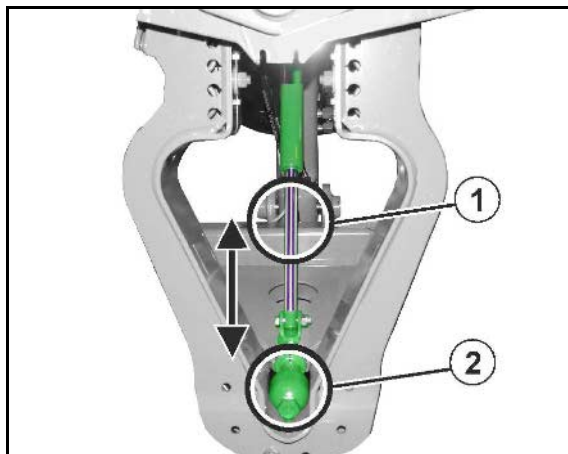

Fig. 95
Oplåsning af svingningsudligning (Fig. 95/1):
- Svingningsudligningen (Fig. 95/1) låser op og de udklappede sprøjtebomme kan nu svinge frit i forhold til bomholderen. Her er svingningsudligningens beskyttelsesanordning fjernet for at give bedre overblik.
Låsning af svingningsudligning (Fig. 95/2):
- Svingningsudligningen er låst (Fig. 95/2), når det lukkede lås-symbol vises i displayet på betjeningsterminalen.